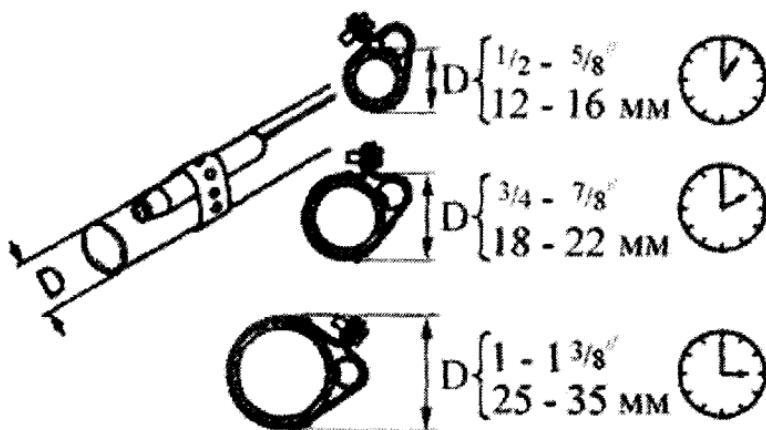

Рис. 5.19. Расположение термобаллона ТРВ на трубе
3. Размещение термобаллона зависит от диаметра трубопровода всасывания (рис. 5.19):